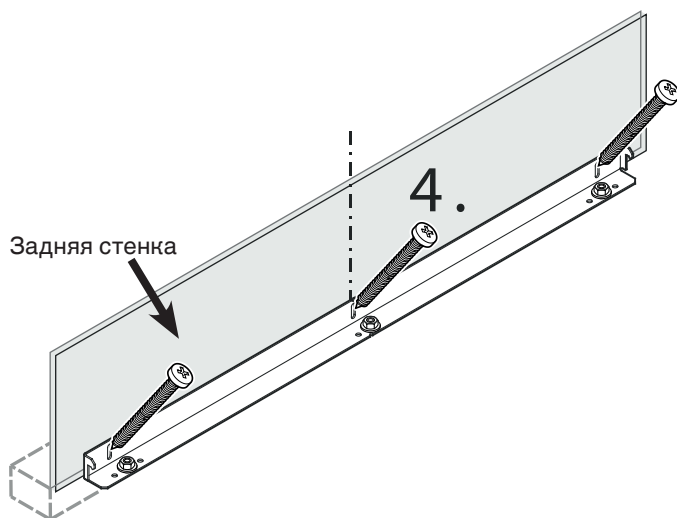

Рисунок 5
4. Закрепите уголок для защиты от опрокидывания 3 винтами (6 x 60) к задней стенке (**Рисунок 5**).